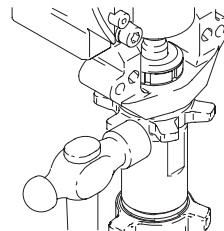

Abb. 11
6. Abb. 11. Die Sicherungsmutter (56) bis zum Anschlag auf die Pumpe schrauben, mit der Hand anziehen, und dann 1/8 bis 1/4 Drehung mit einem max. 567 g schweren Hammer auf etwa 102 N·m festklopfen.